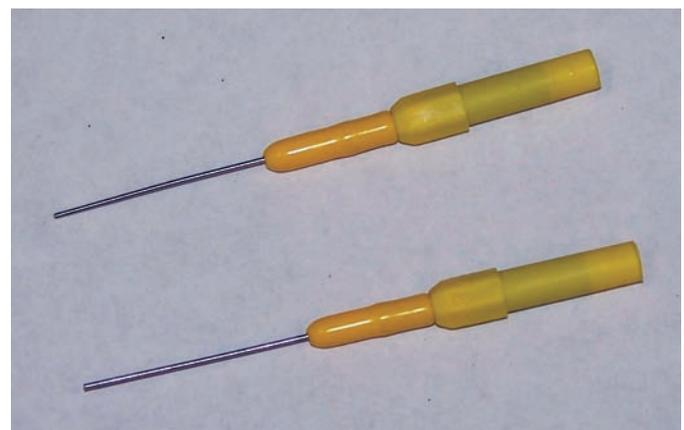

Figure 2-56 Ces petits outils en forme de pics permettent de déverrouiller et de défaire des connecteurs.
- ÉTAPE 2** Utilisez un petit tournevis ou de petits pics (**figure 2-56**) pour déverrouiller les attaches du connecteur.